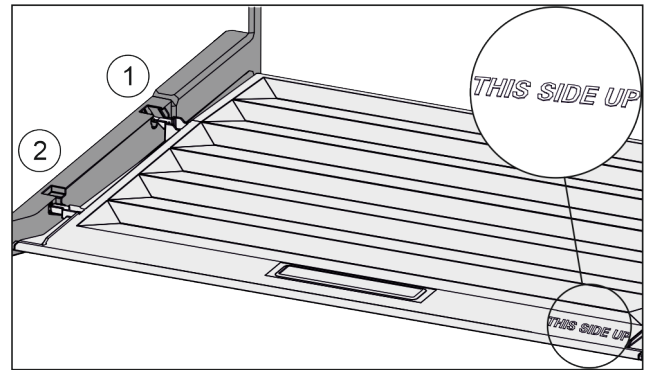

Fig. 37
- ▶ Dekselranden via de opening van de achterste houder Fig. 37 (1) aanbrengen en van voren in de houder Fig. 37 (2) klikken.